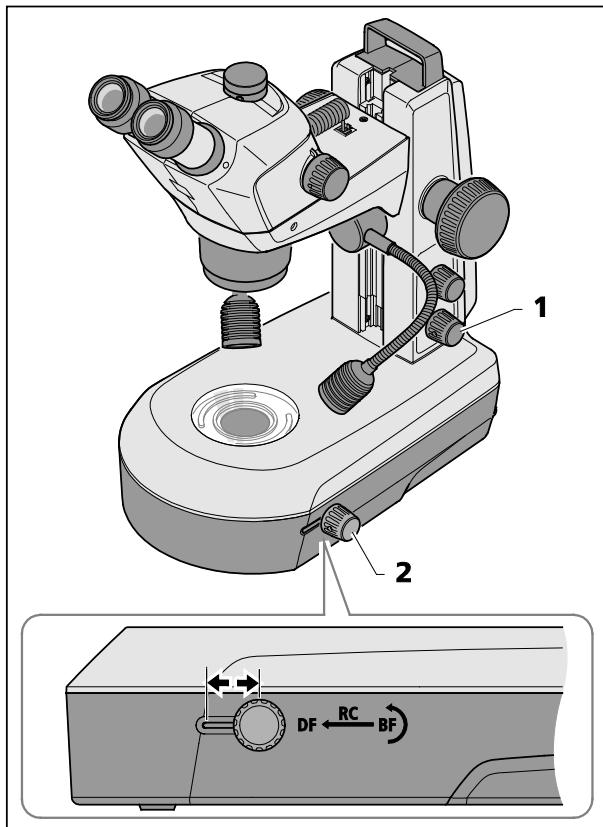

图26 K LAB 镜臂型透射光单元
- 通过按压下方旋钮 (图26/1) 打开透射光。
- 将旋钮/推钮(图26/2)推到后端位置，来设置亮场 (BF)。
- 通过旋转旋钮/推钮(图26/2)，切换透明或散射镜面以及调整倾斜角。
- 将旋钮/推钮(图26/2)推到前端位置，切换到暗场照射 (DF)。
将旋钮/推钮(图26/2)推到中间位置，并倾斜镜面从而产生斜射光效果 (RC)，特别适合观察无色物体的结构。